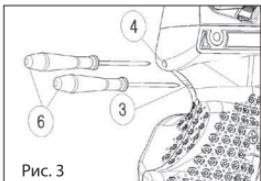
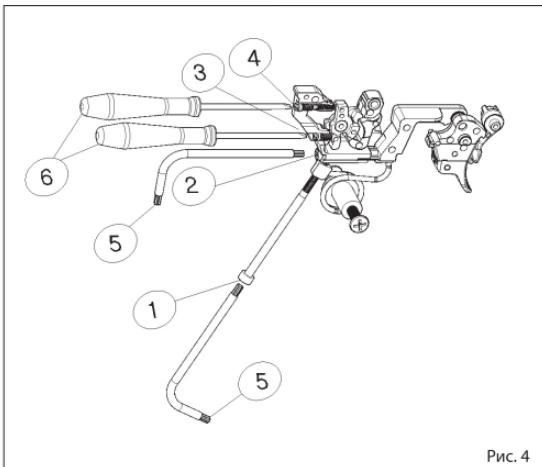

Рис. 3
Рис. 4
- 17 En seconde étape, le réglage du ressort du poids de la détente s'effectue en introduisant un tournevis à bout plat no:6 (Figure 3) dans le trou no:4 (L'ouverture du clé de vis doit être au maximum de 3mm)
- 20 Le réglage de la course de la paroi de la détente s'effectue avec l'aide d'un tournevis à bout plat no:6 par le trou no:3 (figure 3)
- 24 Après avoir réglé la précision de la course de la détente, vous pourrez être contraints de régler à nouveau la force du ressort de la détente par le trou no: 4. Figure 3, Figure 4
- 17 Die zweite Bewegung, nämlich die Federhärte des Druckpunktgewichts kann mit einem Schraubenzieher Größe 6 durch Anziehen der Schraube im Loch Nr. 4 eingestellt werden. Die Spitze des Schraubenziehers sollte höchstens 3 mm betragen (siehe Abbildung 3).
- 20 Die Einstellung der Abzugsstrecke kann mit einem Schraubenzieher Größe 3 durch Anziehen der Schraube in Loch Nr. 6 eingestellt werden (siehe Abbildung 3).
- 17 Регулировка усилия пружины второй ступени – спусковой стенки – производится поворотом с помощью плоской отвертки через отверстие № 4 (рис.3)(ширина шлица отвертки должна быть не более 3 мм).
- 20 Настройка рабочего хода спусковой стенки осуществляется через отверстие № 3 (рис.3) с помощью плоской отвертки.